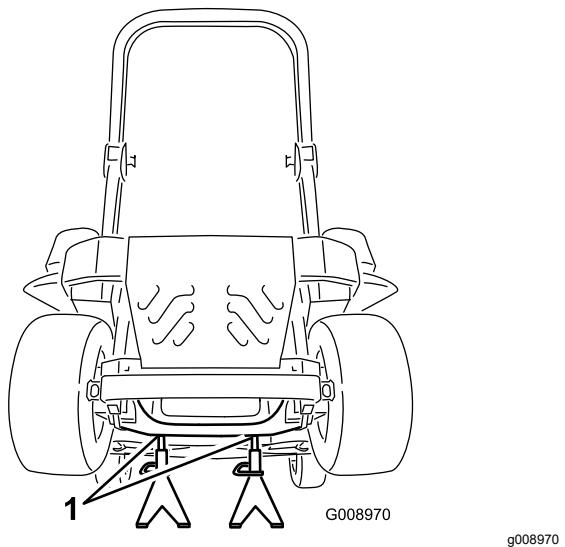

Figure 88
3. Soulevez la machine sur des chandelles (Figure 88).
9. Retirez les chandelles et abaissez la machine (Figure 88).